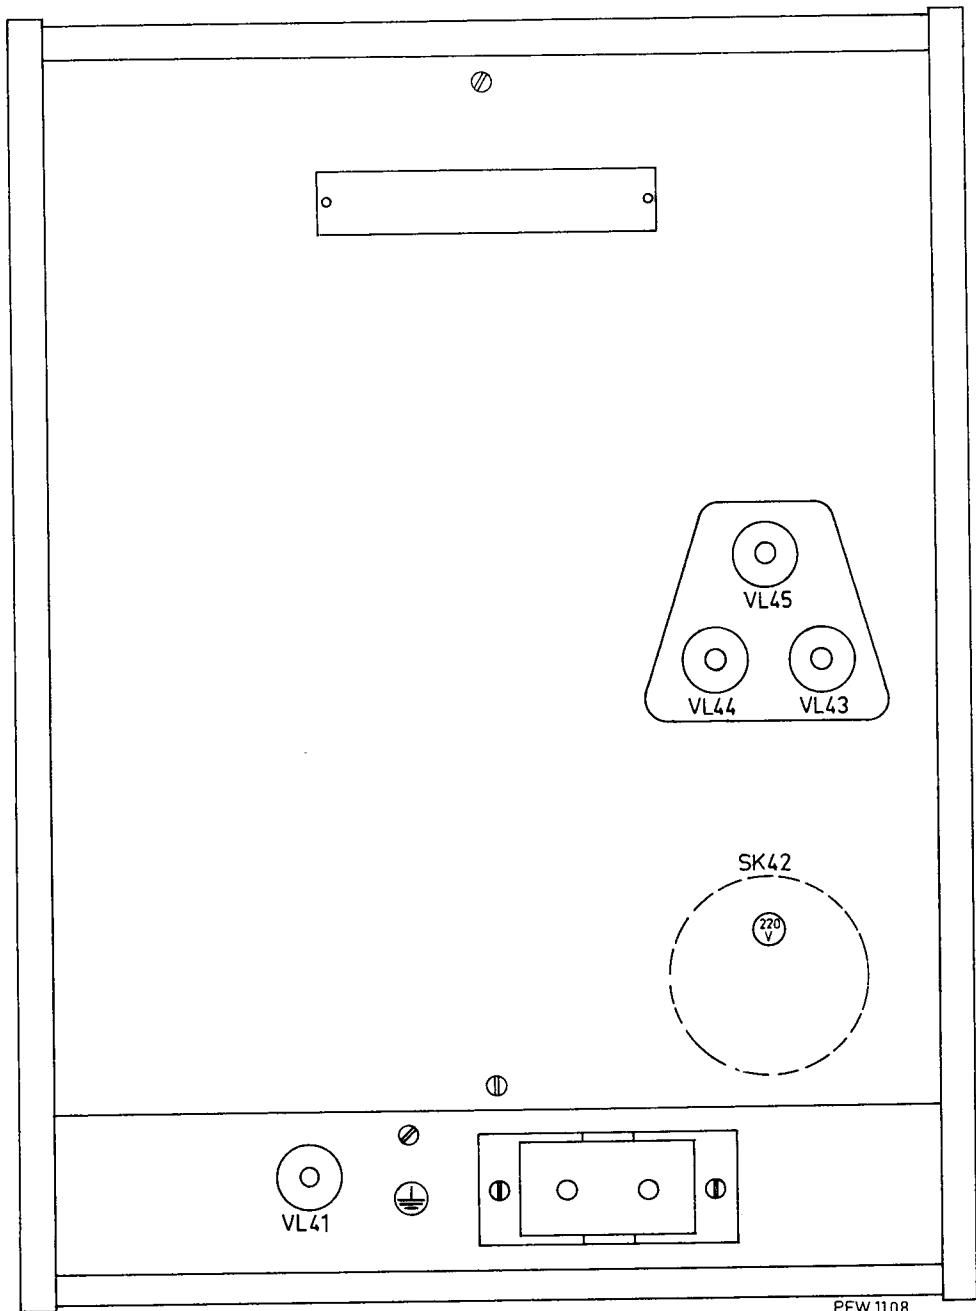

Fig. 2
A. ADAPTATION A LA TENSION SECTEUR (figure 2)
- La vis de masse marquée "⊕" sur l'arrière de l'appareil (fig. 2).
E. PROTECTION (fig. 2)